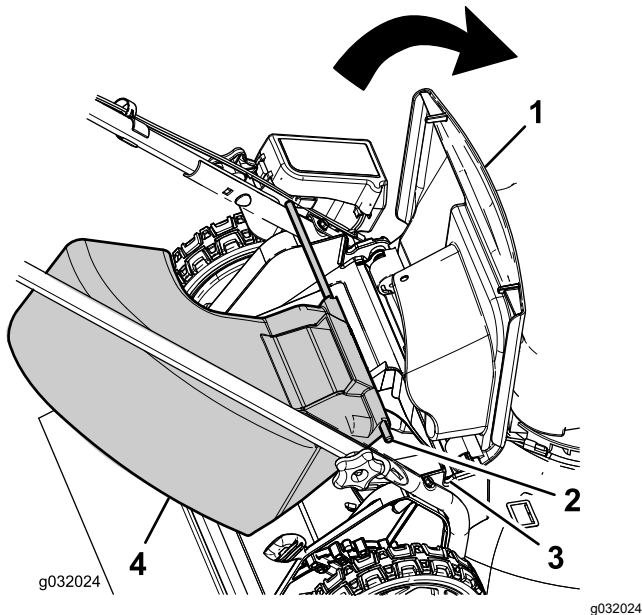

Рисунок 15
1. Поднимите задний отражатель (Рисунок 15).
2. Вставьте концы стержней желоба для бокового выброса в пазы кронштейнов рукоятки (Рисунок 15).